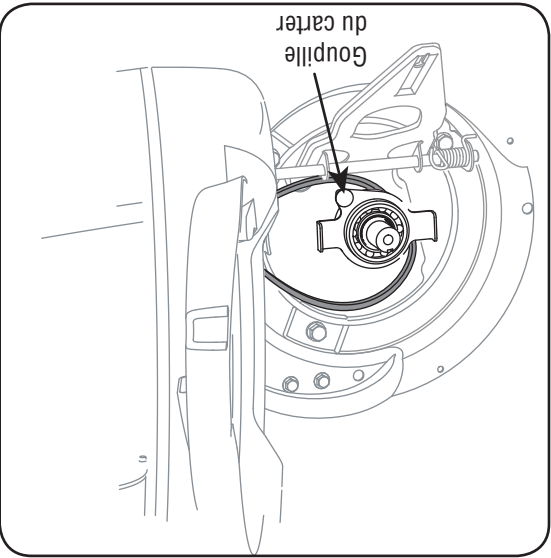

Figure 18
19. Placez la courroie entre les deux moitiés de poulie sur le vilebrequin. Faites attention de faire passer la courroie sur l'intérieur de la goupille du carter. Voir la Figure 18.